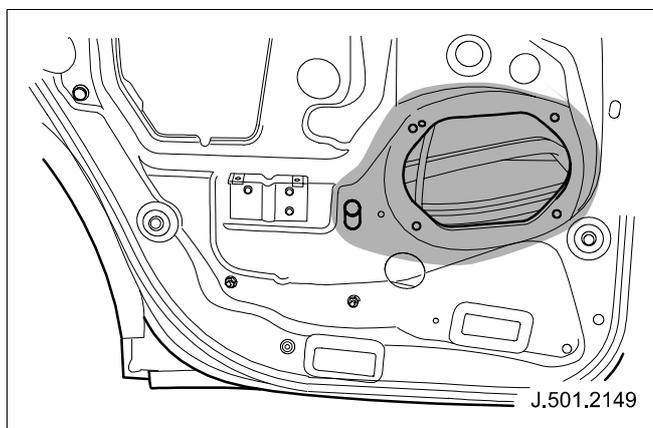

Fig. 14
- 6 Door speaker module. (See Fig. 14)